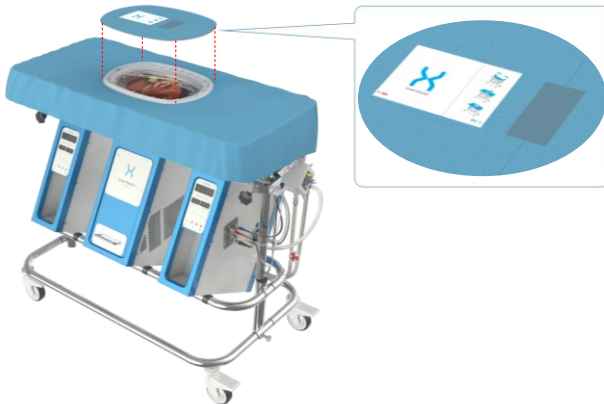

Abbildung 29: Platzierung des zusätzlichen sterilen Tuchs.
- Platzieren Sie das zusätzliche sterile Tuch über den Behälter und stellen Sie sicher, dass die Ausrichtung korrekt ist, und zwar anhand der HA- und PV-Markierung an jeder Seite des Etiketts, siehe Abbildung 29.
- Bei Verwendung des zusätzlichen sterilen Tuches öffnen Sie das Tuch, indem Sie das blaue Klebeband vorsichtig zerreißen und das Tuch wie auf dem Etikett dargestellt entfalten, siehe Abbildung 29.